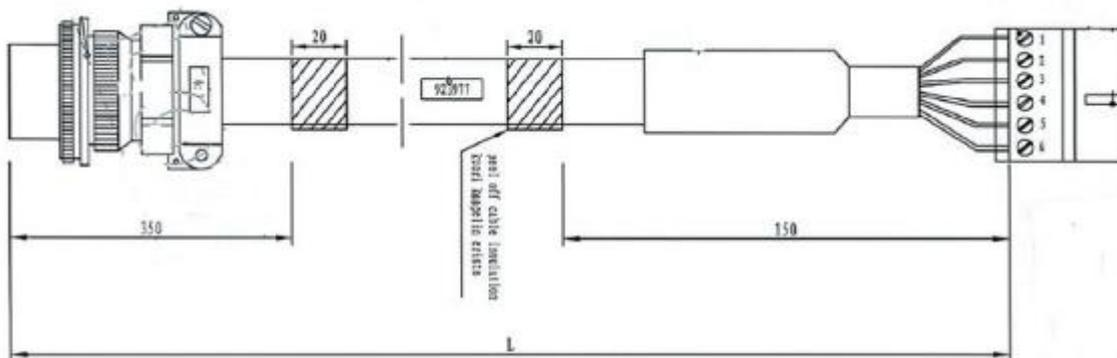
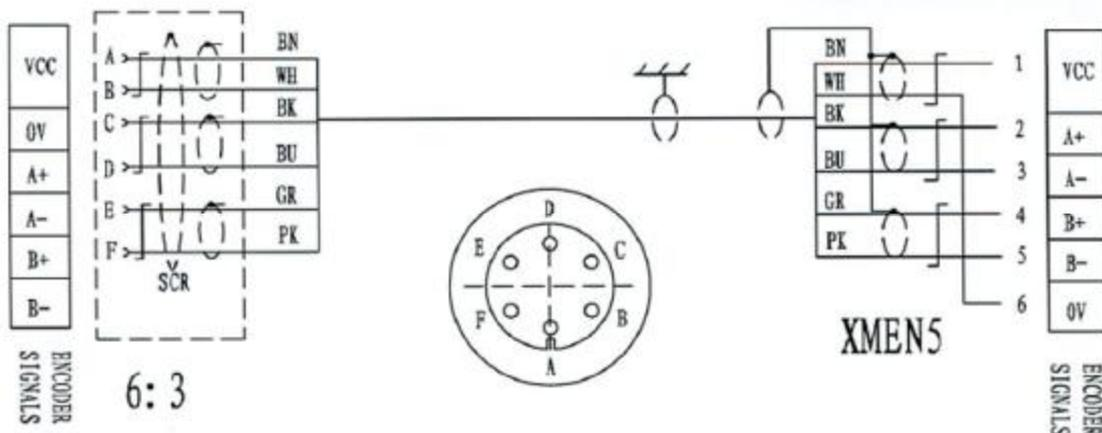

图 25 TS5246N705 编码器接线图
图 26 TS5246N705 编码器接线图端子
4) TS5246N705: 具体接线见 P18 图 25~图 26